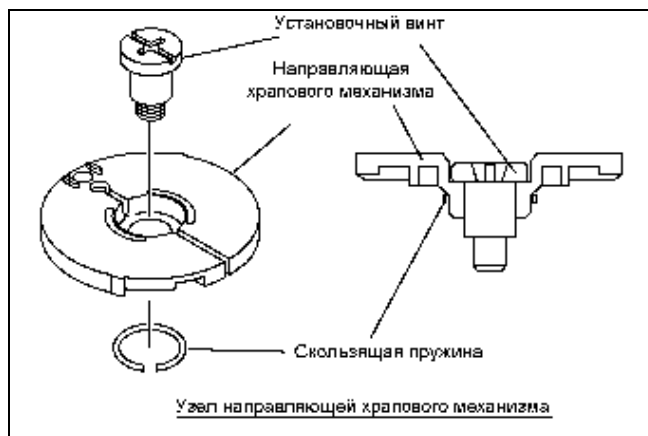

Рис. 13-6
- 2 Установите узел направляющей храпового механизма, соблюдая осторожность, чтобы не переместить храповой механизм. (Рис. 13-6)